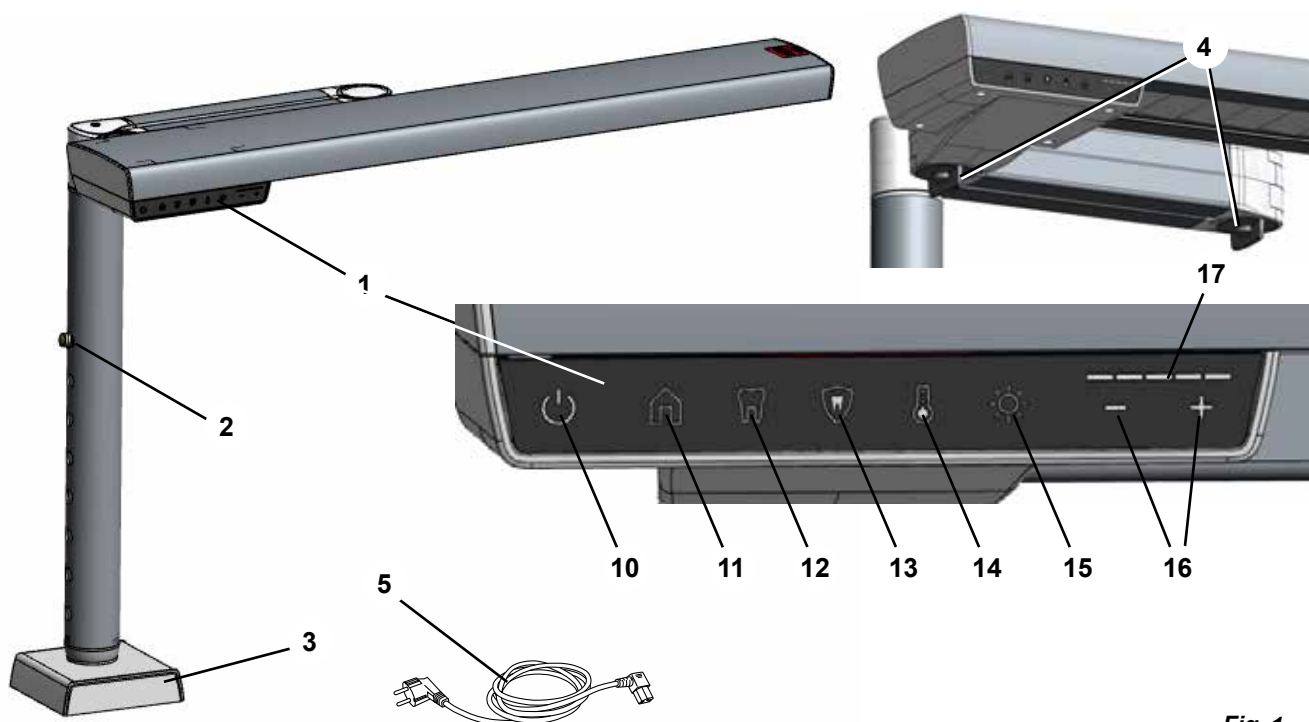

Fig. 1
- ⇒ Pressionar o travamento de regulação em altura (2, Fig. 1) e puxar o tubo interior na base para a posição máxima.
i Para determinar o local de montagem adequado, afrouxe a trava da junta (4, Fig. 1) e verifique se é possível mover a luminária de trabalho para a posição ideal descrita anteriormente (capítulo 4.2.1).
- ♦ O botão Brightness (15, Fig. 1) é aceso.
- ♦ O valor atual do brilho é indicado no visor de intensity (17, Fig. 1).